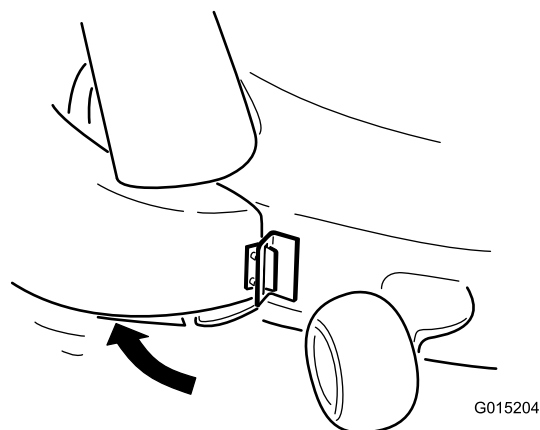

Figura 20
2. Gire el conducto hacia atrás y hacia la carcasa de modo que el conducto quede enrasado con la carcasa del cortacésped (Figura 20).